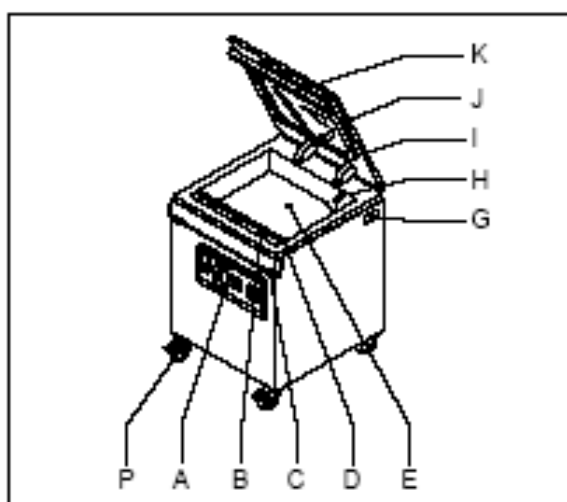
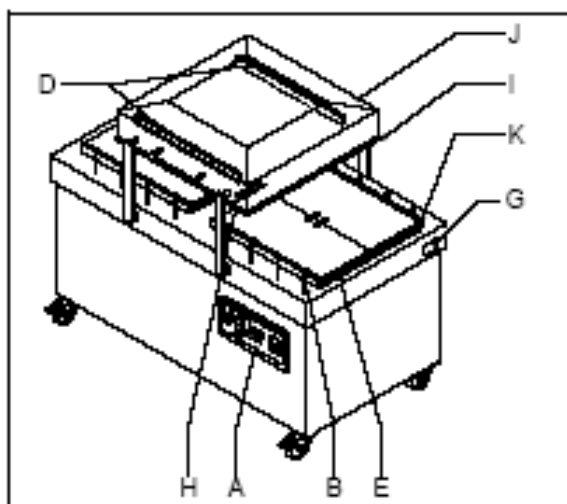

Fig. 4-5 Modelo de cámara simple (móvil)
Fig. 4-7 Modelo de cámara doble (con conexiones)
- No vierta agua en la abertura de aspiración de la cámara de vacío (Fig. 4-1, Fig. 4-3, Fig. 4-5 o Fig. 4-7).